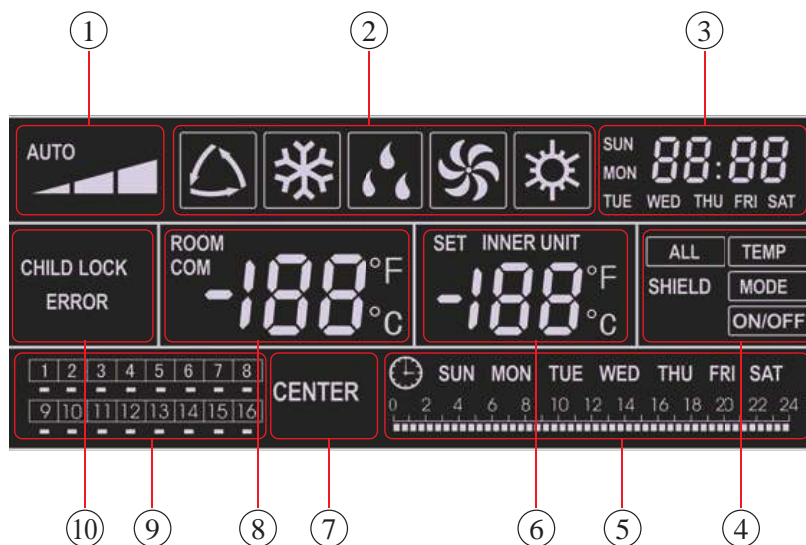

Рис. 7.16
7.5.5.2 Описание индикации пульта CE50-24/E см. рисунок 7.16 и табл. 7.7.